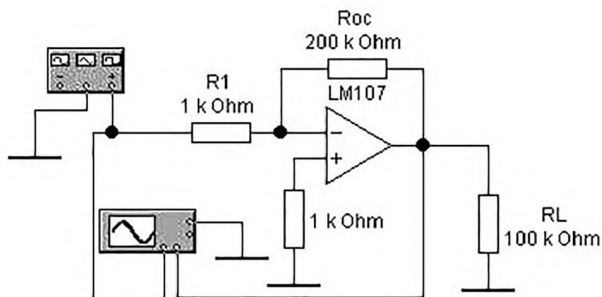

Рис. 7.6. Схема исследования инвертирующего ОУ
7.2.6. Собрать схему согласно рис. 7.6.
7.2.8. В схеме, приведенной на рис. 7.6, установить значение сопротивления  $R_{\text{ос}} = 10\text{кОм}$ , установить амплитуду синусоидального напряжения функционального генератора равной 100 мВ. Установить масштаб напряжения на входе А осциллографа 100 мV/div, а на канале В – 500 мV/div. Включить схему. Повторите все операции эксперимента 3 при новых параметрах компонентов. Все полученные результаты записать в таблицу 7.5 бланка отчета приложения.
5. Какие параметры схемы на рис. 7.6 влияют на ее коэффициент усиления?